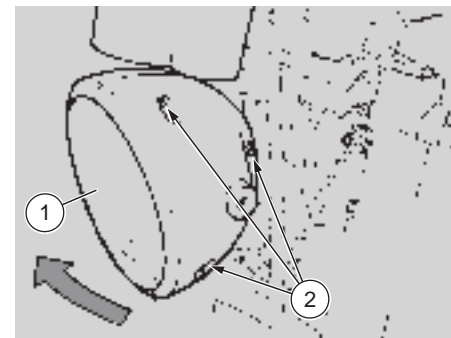

Fig. 57
- ◆ Ruotare verso destra il gruppo faro anteriore/cruscotto (1 - Fig. 57).
- ◆ Svitare e togliere le tre viti (2 - Fig. 57).